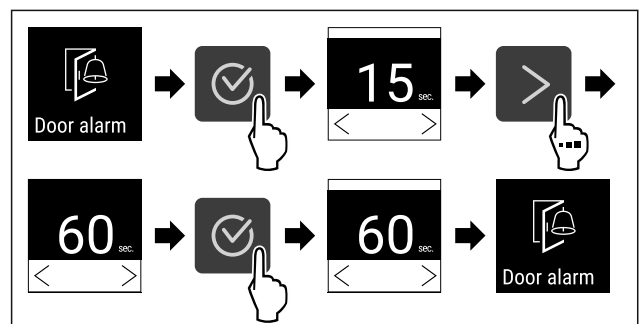

Fig. 117
- ▶ Vykonajte kroky akcie (pozri Fig. 117).